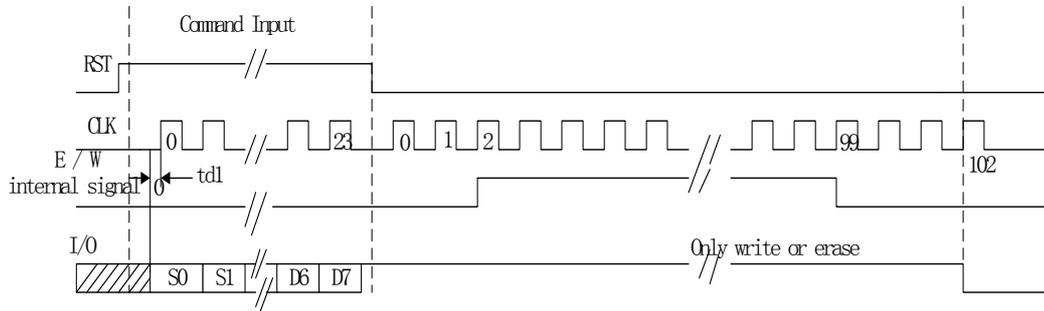

图 6 只写、只擦时序
- 只写：只有从“1”到“0”，103 个时钟周期，频率小于等于 20KHz，见图 6。
- 只擦：只有从“0”到“1”，103 个时钟周期，频率小于等于 20KHz，见图 6。